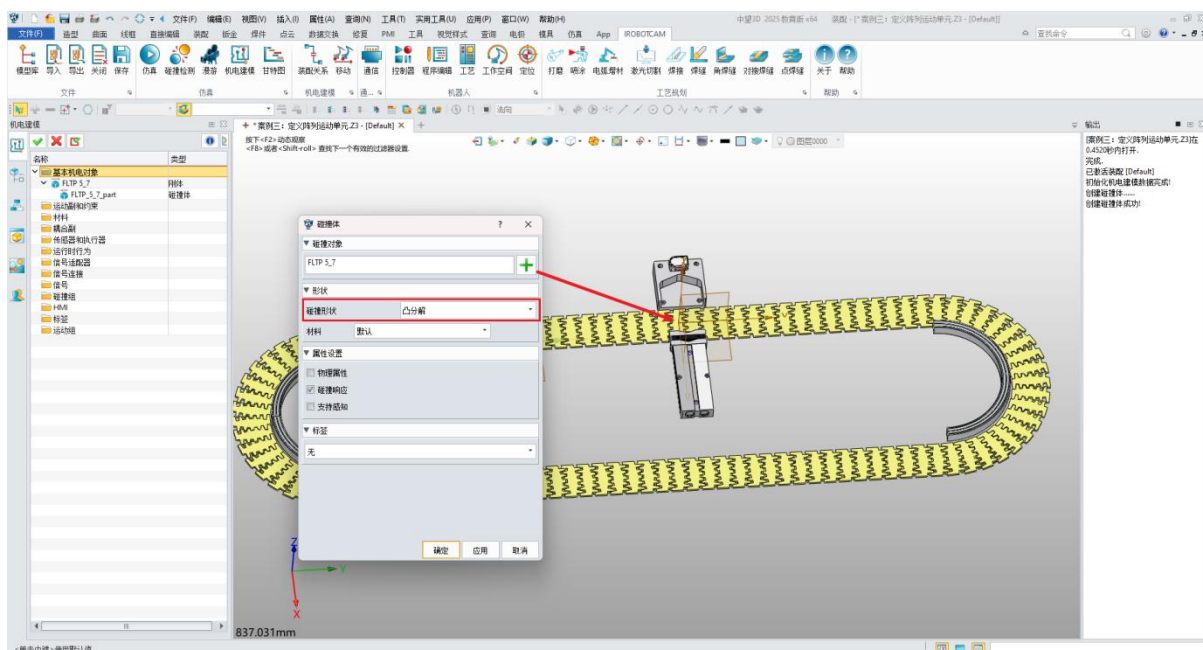

图 7-7：碰撞参数信息
- 单击“确定”为“FLTP5\_7”创建刚体。（图 7-7）